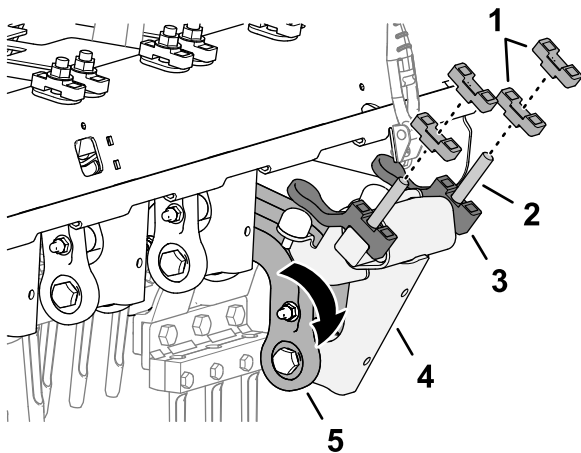

Figure 133
- Tournez la biellette et l'arbre de l'amortisseur vers le bas (Figure 133).